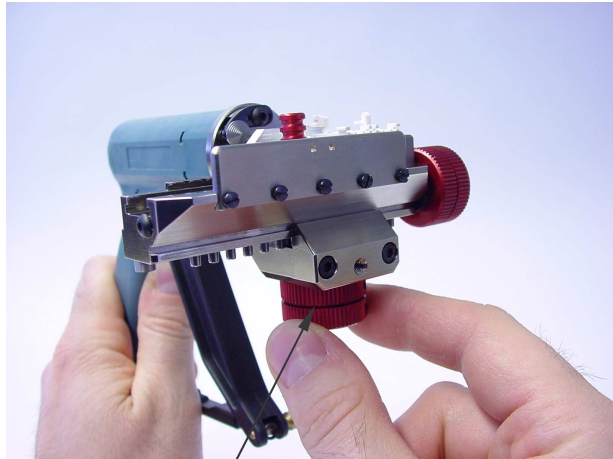

Abbildung 9
5. Drehen Sie die Rändelschraube zur Positionierung der Kontaktkammern so, dass die gewünschte Kontaktkammer vor dem Stuffer positioniert wird. Legen Sie das Kabel von oben zwischen den Stuffer und die Kontaktkammer ein bis es auf dem Kamm aufliegt (siehe Abbildung 9 und 10).